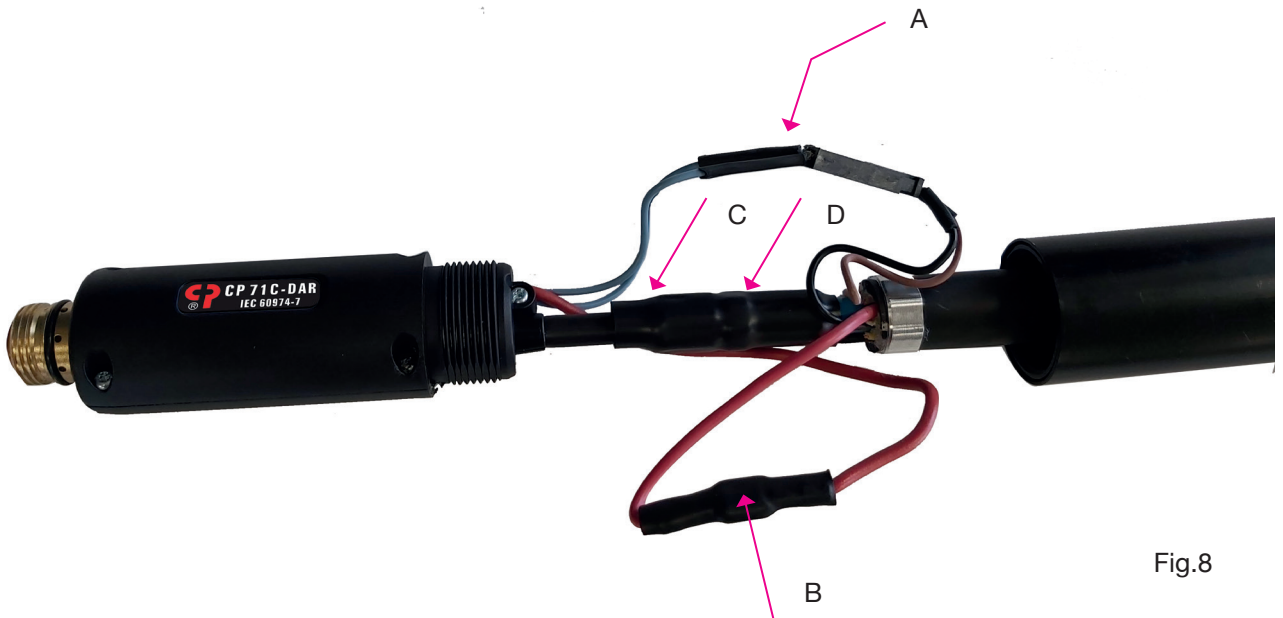

Fig. 3
- ◆ Svitare le 6 viti **V** di Fig.3 e togliere l'impugnatura sinistra.
- ◆ Svitare le 6 viti **V** di Fig.3 e togliere l'impugnatura sinistra sx. Con riferimento alla Fig.4, sollevare il corpo torcia con cavo e disconnettere la connessione **A** (pulsante) e la connessione **B** (arco pilota).